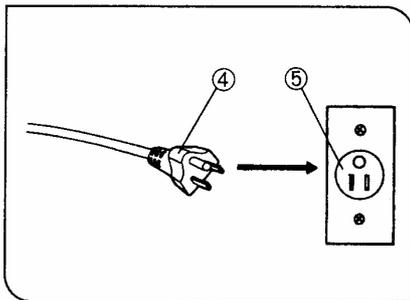

图 40
(10) 连接电源线 (图 40 和图 41)
- ▲ 连接电源线前，确信主开关①拨在“0” (OFF) 位置。